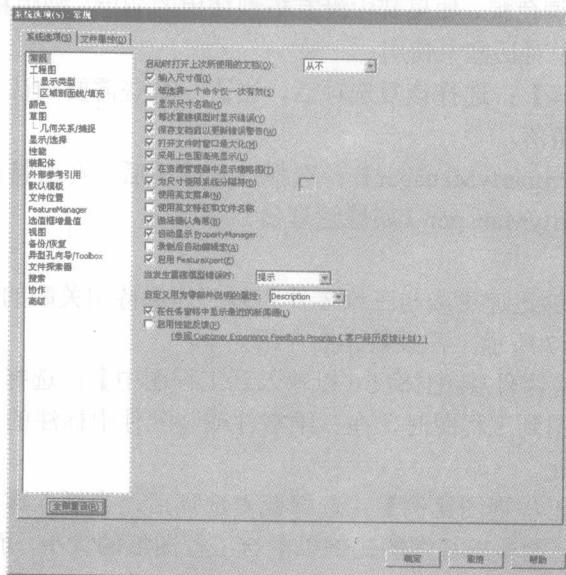

图 1-16 【系统选项 (S)-常规】对话框
在【工具】主菜单中选取【选项】选项，打开如图 1-16 所示的【系统选项 (S)-常规】对话框，其中包括【系统选项】和【文件属性】两个选项卡。
在如图 1-16 所示的【系统选项(S)-常规】对话框中激活【系统选项】选项卡，需要对其中常用的几个参数进行配置，具体介绍如下。